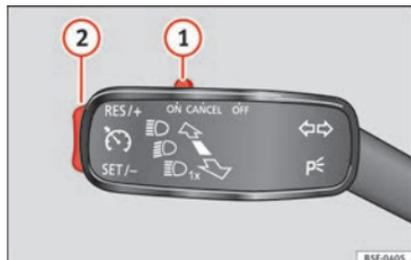

Fig. 48 Vedere ubicazione a pag. 9-10
- Collegamento del GRA: spostare l'interruttore »» fig. 48 ① verso **ON**. Il sistema è ac-
- Attivazione del GRA: premere il tasto »» fig. 48 ② nella zona **SET/-**. La velocità attuale viene memorizzata e regolata.
- Disattivazione temporanea del GRA: spostare l'interruttore »» fig. 48 ① verso **CANCEL** o schiacciare il freno. La regolazione si scollega temporaneamente.
- Collegare nuovamente il GRA: premere il tasto »» fig. 48 ② in **RES/+**. La velocità memorizzata verrà salvata e regolata nuovamente.
- Aumentare la velocità programmata durante la regolazione del GRA: premere il tasto ② in **RES/+**. Il veicolo accelera fino a raggiungere la nuova velocità memorizzata.
- Ridurre la velocità programmata durante la regolazione del GRA: premere il tasto ② in **SET/-** per diminuire la velocità di 1 km/h (1 mph). La velocità si riduce fino a raggiungere la nuova velocità memorizzata.
- Disattivazione del GRA: spostare l'interruttore »» fig. 48 ① a **OFF**. Il sistema si disattiva e la velocità memorizzata si cancella.